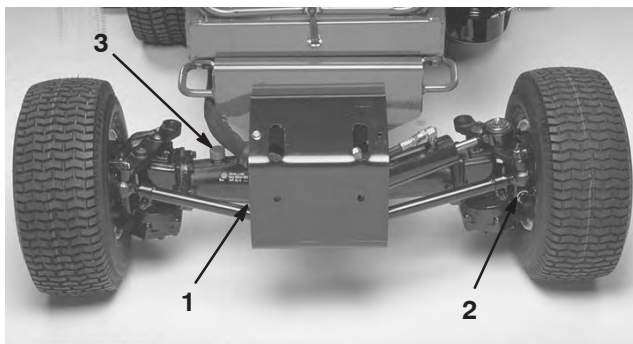

Bild 27
2. Entfernen Sie die Prüfschrauben aus der Achse und stellen Sie sicher, dass der Schmierstoff die Unterseite aller Löcher erreicht. Entfernen Sie bei niedrigem Ölstand die Füllschrauben und füllen Sie genug Öl ein, um den Stand bis an die Unterseite der Prüfschraubenlöcher anzuheben (Bild 27).